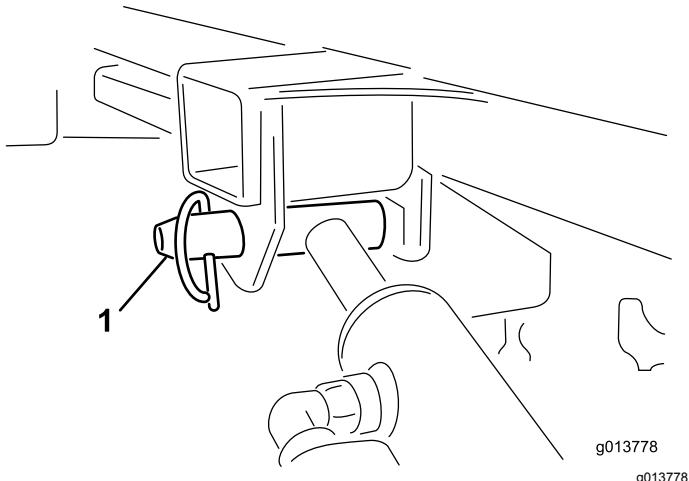

図 51
11. 片手で油圧昇降シリンダを持ち、もう片手で、シリンダの固定ピンをはずす図 51。